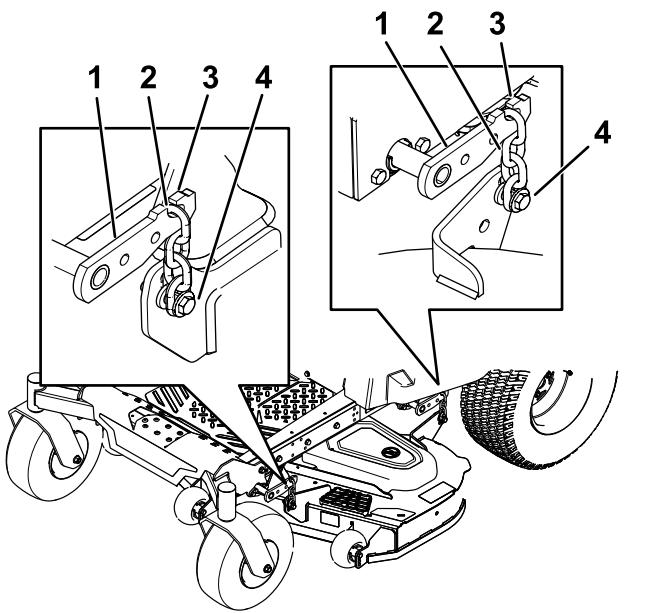

Figura 76
- 8. Retire las cadenas de los ganchos de los brazos de elevación de la carcasa (Figura 76).
6. Eleve la parte trasera de la carcasa del cortacésped y conecte las cadenas a los brazos de elevación traseros (**Figura 76**).
7. Conecte las cadenas delanteras a los brazos de elevación delanteros (**Figura 76**).